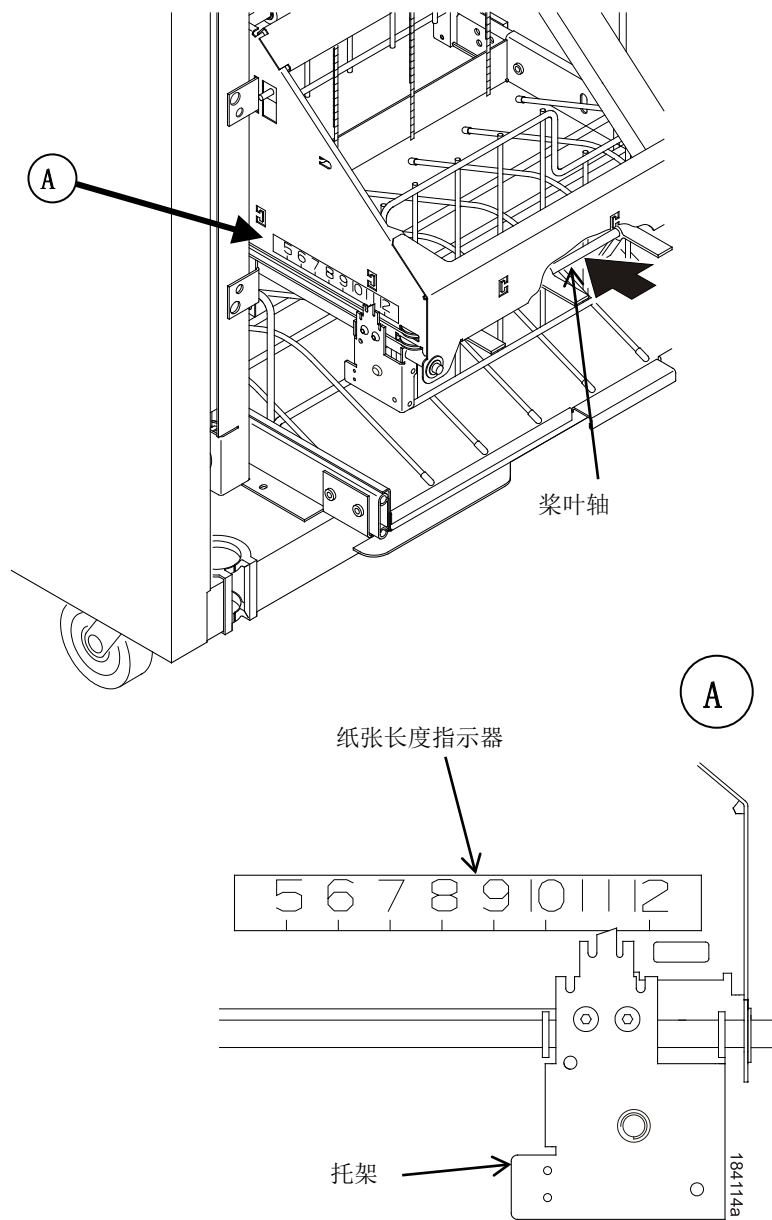

图30. 纸张长度指示器
5. 从打印机前端或后端推拉浆叶轴，设置所需打印纸长度。将托架上的指示器凹槽与打印纸长度指示器对齐。叠纸机可处理长度为5至12英寸（12.7至30.5厘米）的打印纸。(见图30. 纸张长度指示器)